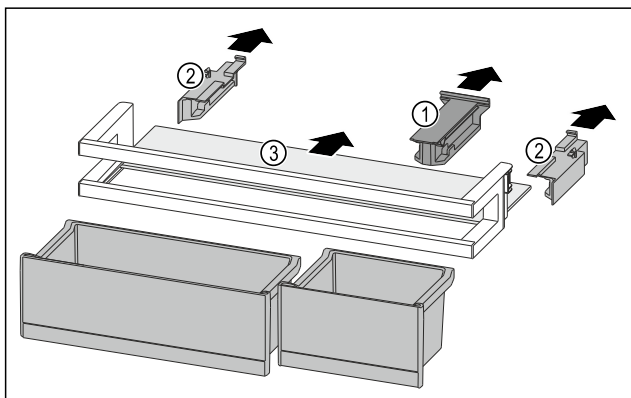

Fig. 119
- Držák Fig. 119 (1) stáhněte.
- Boční díly Fig. 119 (2) stáhněte.
- Odkládací plochu Fig. 119 (3) odeberte.